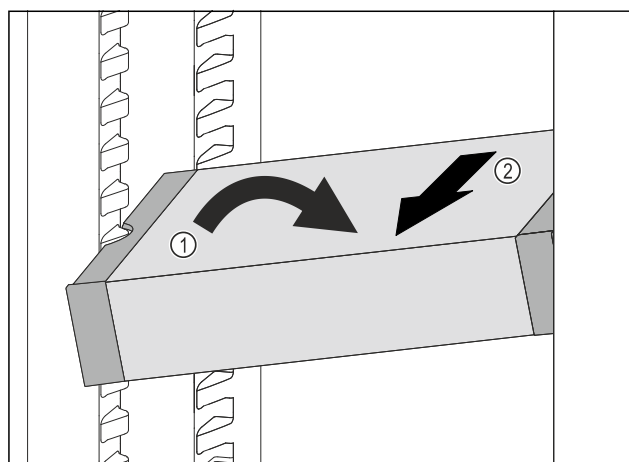

Fig. 98
- Incliner le VarioSafe dans la partie réfrigérateur. Fig. 98 (1)
- Sortir le tiroir VarioSafe par l'avant. Fig. 98 (2)